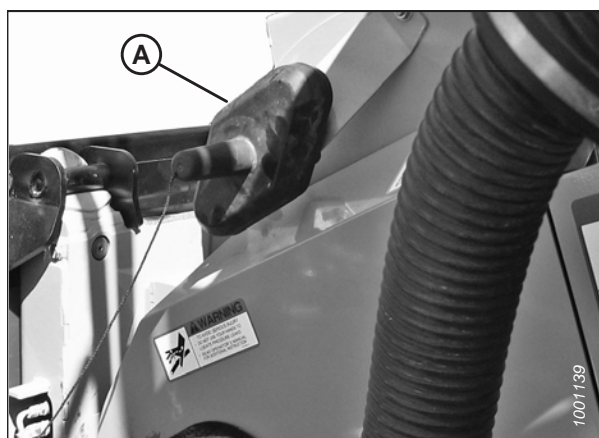

Figure 3.107: Capot du connecteur
9. Dévissez la poignée (A) du coupleur de la moissonneuse-batteuse (B) pour dégager le coupleur de la prise.
10. Nettoyez le coupleur (B) et la prise.
11. Installez le coupleur de la moissonneuse-batteuse (B) sur la prise (C) du module de flottement. Fixez le coupleur en tournant le bouton (A).
12. **Si les commandes en cabine MacDon sont installées :** Retirez le connecteur de kit de commande en cabine C81A (D) de l'emplacement de rangement sur la moissonneuse-batteuse et branchez-le sur la prise C81B (E) située sur le module de flottement. Tournez le collier sur le connecteur pour le verrouiller en place.
13. Placez le couvercle de la prise du module de flottement (A) sur la prise de la moissonneuse-batteuse, comme illustré sur la figure 3.107, page 98.